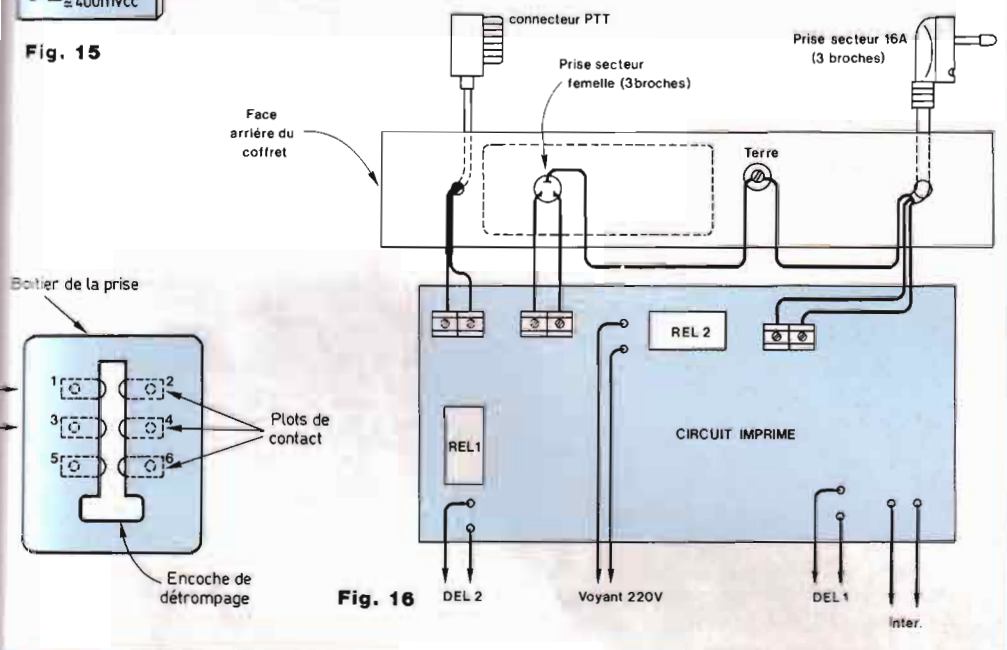

Fig. 16
La charge est branchée durant une seconde, ce qui resterait impossible à déceler sur un radiateur électrique par exemple. Nous avons donc prévu, en parallèle avec elle, un voyant 220 volts qui visualise cette situation transitoire. Son branchement sera explicité dans le schéma d'ensemble des interconnexions, en figure 16.
- un voyant 220 volts, à incandescence, ou au néon avec résistance incorporée. Branché en parallèle sur la charge (figure 16), ce voyant s'allume à la fermeture du relais REL2. Lui matérialise, toujours dans la procédure d'auto-test, la brève mise sous tension de la charge au passage du récepteur à l'état de veille.
L'arrière du coffret reçoit le cordon d'arrivée du secteur, la prise de sortie de la charge (16 ampères, si possible avec borne de terre) et le cordon de raccordement au connecteur téléphonique. Ces trois liaisons s'effectuent par l'intermédiaire de borniers à vis, soudés sur le circuit imprimé (voir la figure 13 et la photographie du circuit). La figure 16 précise clairement les interconnexions à réaliser. **Nous conseillons vivement, pour des raisons de sécurité, d'exploiter la prise de terre.** Celle-ci transite, à l'arrivée (secteur) comme au départ (charge) par une vis, avec rondelle éventail, électriquement reliée au châssis (gratter la peinture).